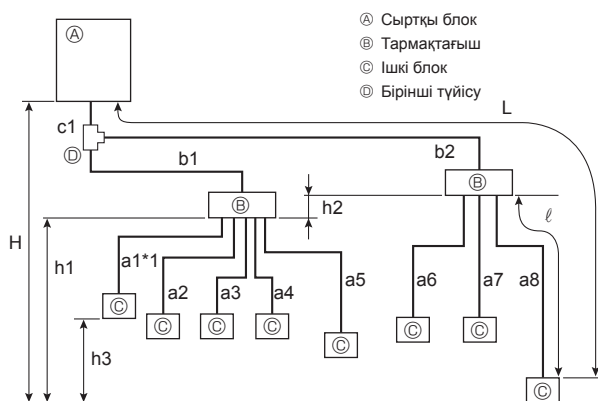

Fig. 4-2
4.1.2. Тармақтағышпен қосу (Fig. 4-2)